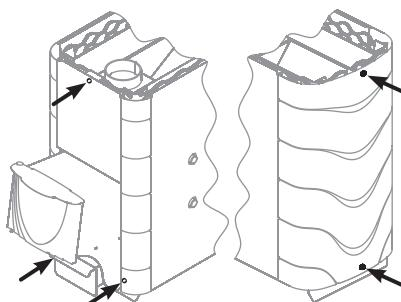

Рисунок 8. Демонтаж конвектора печи «Тунгуска 2011»
2. Снять кожух-конвектор, открутив 5 саморезов (рисунок 8)